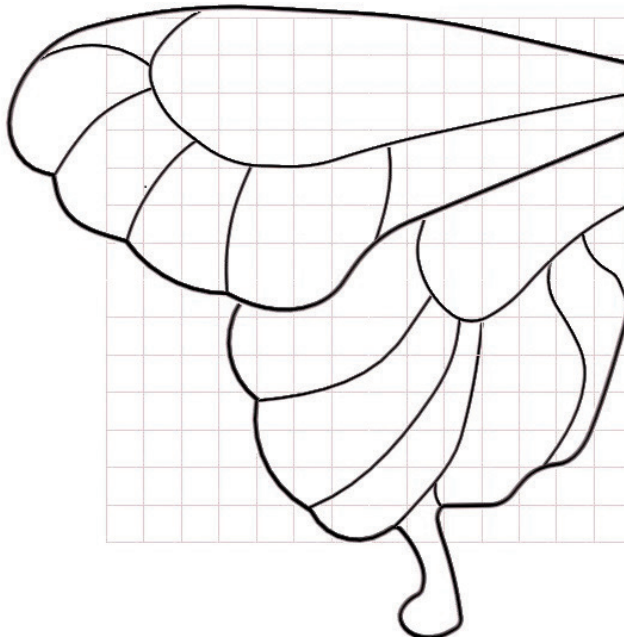

Рис. 12. Полный узор крыла
3. Для создания составляющих крыла также используем сплайны (рис. 12).